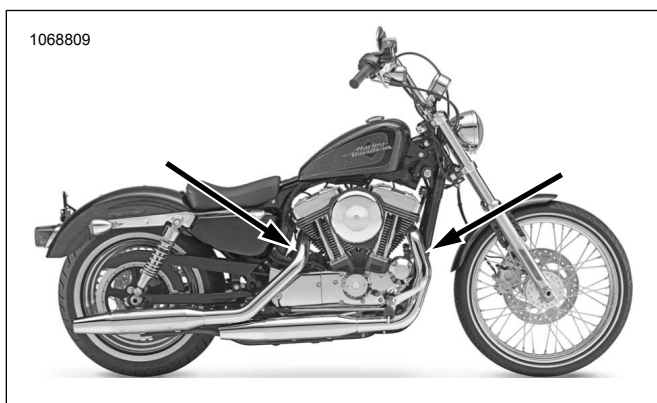
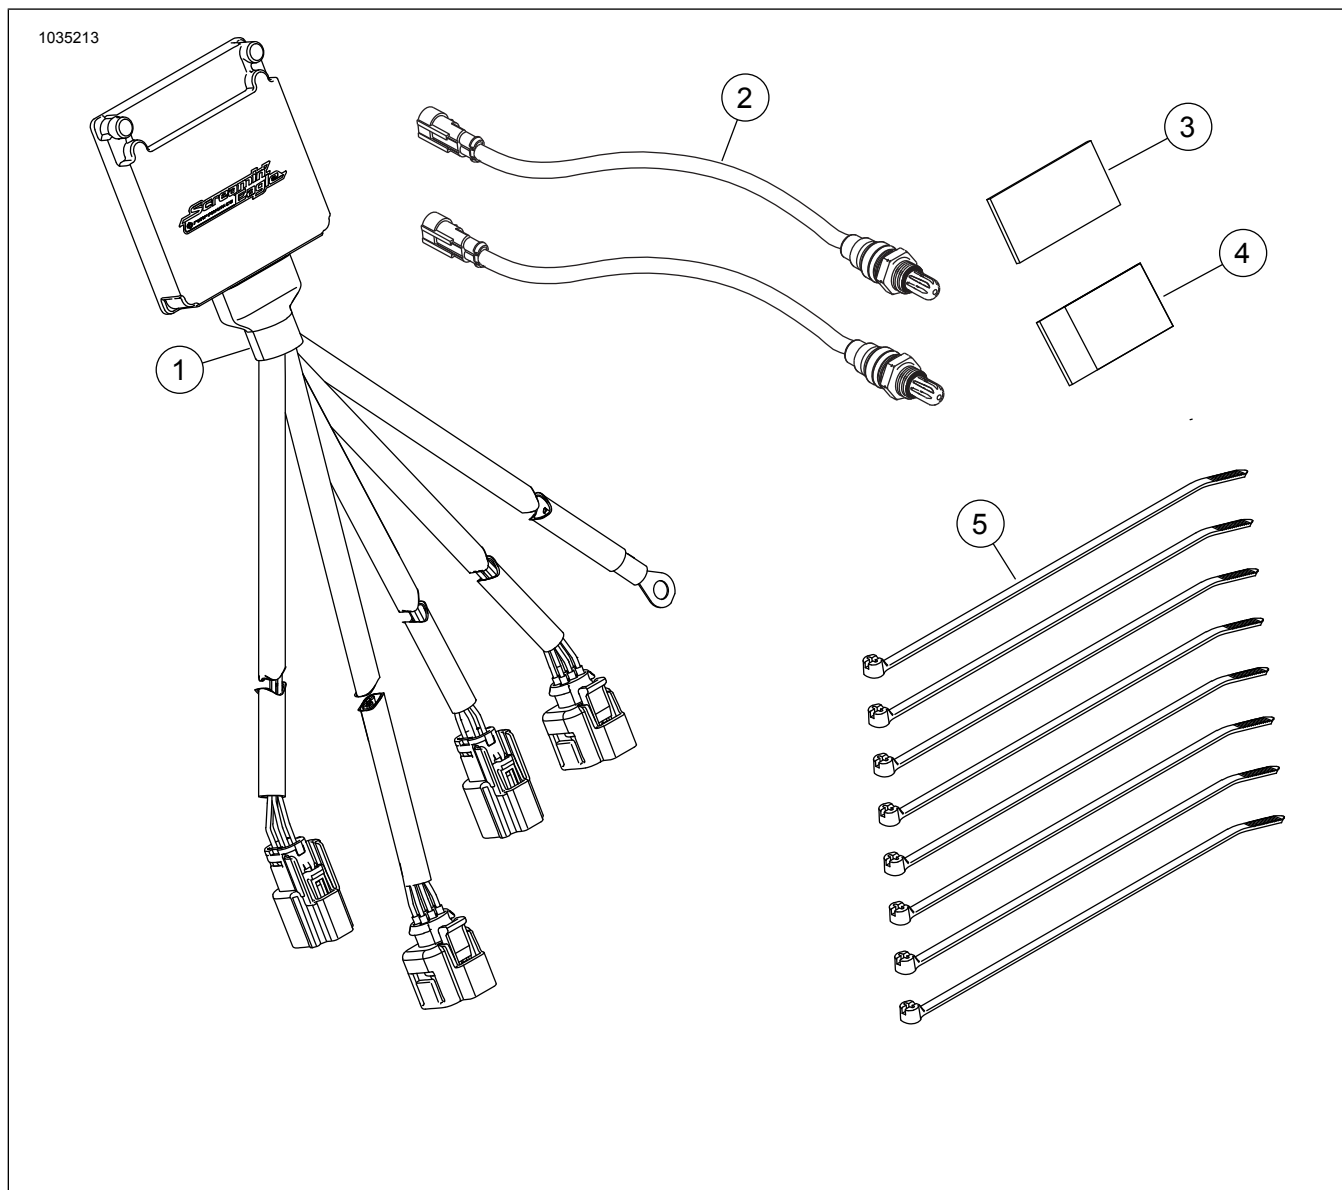

Figure 48. Emplacements de la sonde d'oxygène (côté intérieur des tuyaux d'échappement)
Figure 52. Contenu du kit : Kit de module de réglage automatique (ATM) Smart Tune Pro
Consultez Figure 48 , Figure 52 et Tableau 5 . Installez les sondes d'oxygène chauffantes à large bande (2). À l'aide de la douille pour sonde d'oxygène (numéro de pièce HD-48262-A), serrez à :